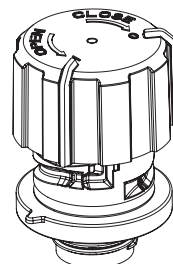

Fig.5
- Genom att vrida huven ytterligare moturs i pilens riktning OPEN, är det möjligt att demontera huven från den gängade delen, vilket gör det möjligt för operatören att rengöra de två komponenterna eller att ersätta eller rengöra "tech-foam" filtret (fig. 5).